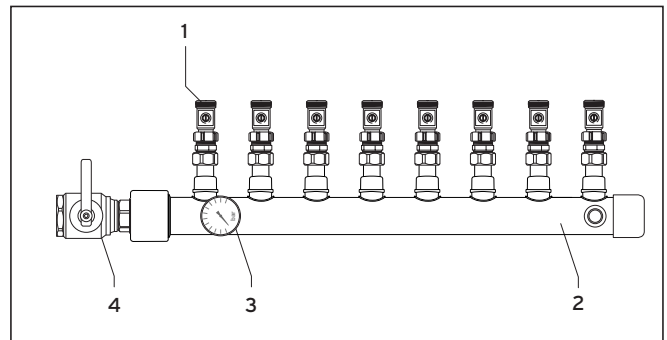
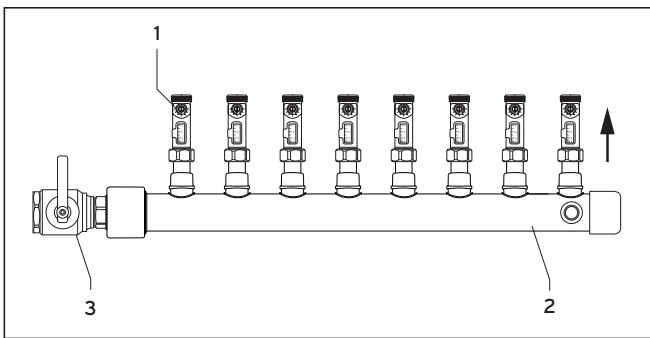

Abb. 4.5 Montage des Sammlers
Abb. 4.6 Montage des Verteilers
Montieren Sie die Kugelhähne (Abb. 4.5) und die Durchflussmengenbegrenzer (Abb. 4.6) mit einem max. Drehmoment von 40 Nm. Bringen Sie kein Biegemoment auf die Verbindungsstellen. Andernfalls kann es zu Beschädigungen an diesen Bauteilen kommen.
- Montieren Sie die Kugelhähne am Sammler wie in Abb. 4.5 gezeigt.
- Montieren Sie die Durchflussmengenbegrenzer am Verteiler wie in Abb. 4.6 gezeigt. Achten Sie dabei auf die Fließrichtung.